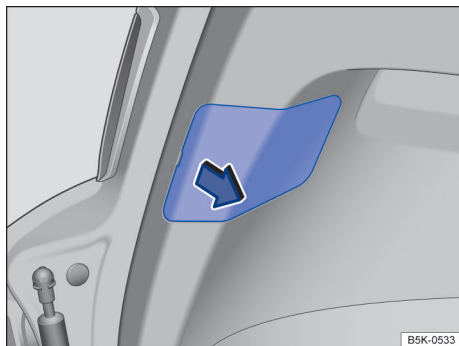

Fig. 191 Na tampa do compartimento de bagagem: retirar a tampa.
- ① Considere a lista de controle e execute as operações descritas nela → Página 230.
- ② Abrir a tampa do compartimento de bagagem → Página 87.
- ③ Desinstale a tampa com cuidado no sentido da seta, se for necessário alavancando com a ponta chata da chave de fenda das ferramentas de bordo → Fig. 191.